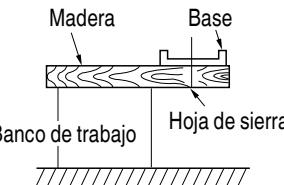

Fig. 11
6. Prepare un banco de trabajo de madera (Fig. 11)